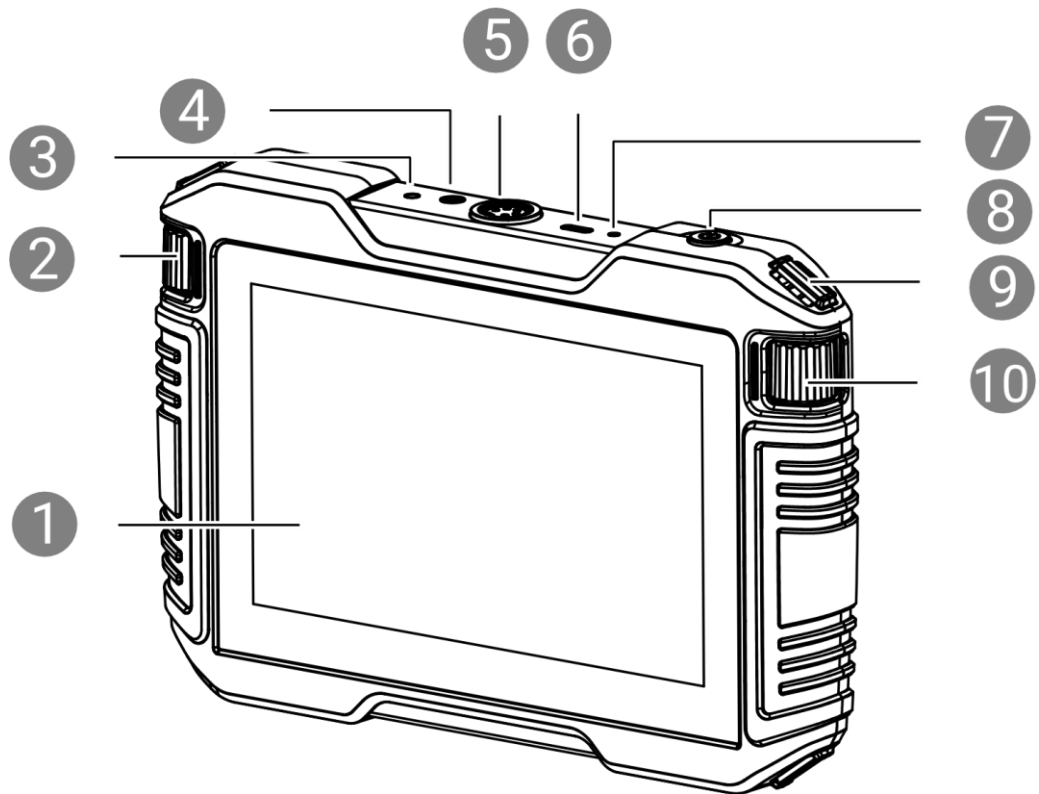

Figura 1-1 Cuerpo principal del dispositivo
2. Ajuste el rango de frecuencias desplazando la rueda de frecuencias (n.º 10 en Figura 1-1)